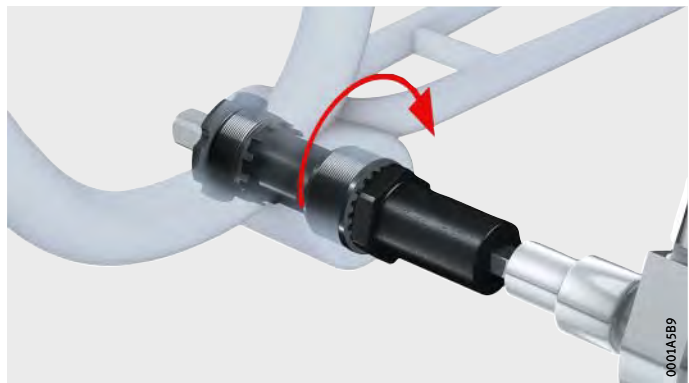

Bild 6
Schrauben Sie das Innenlagergehäuse Nicht-Kettenblattseite (RH) mit dem Innenlagerhandschlüssel oder der Innenlagerstecknuss ein, bis der Flansch am Rahmen anliegt. Das Einschrauben erfolgt im Uhrzeigersinn, *Bild 6*.